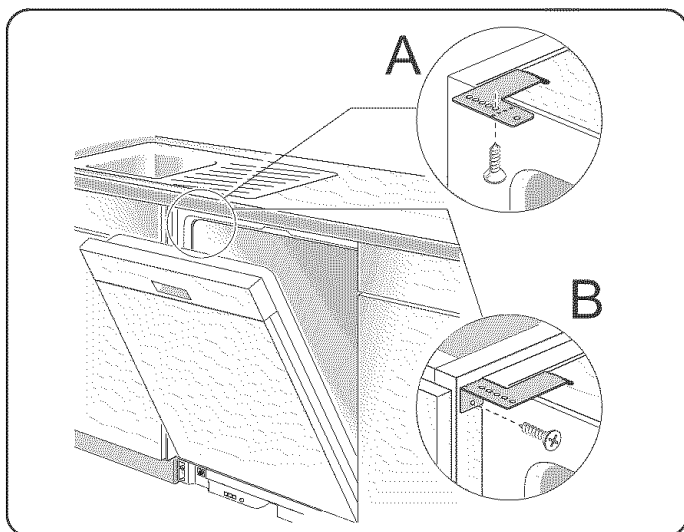

Ilustración 11
1) **El Montaje Superior** se utiliza cuando el contador tiene una superficie de madera u otro material fácil de perforar. Acomode los soportes de montaje tal como indica la letra A en la Ilustración 11 y sitúe la dos lengüetas pequeñas de modo que cubran las dos ranuras en los rincones delanteros de la lavadora. Oprima firmemente hacia abajo los soportes de montaje hasta introducir las lengüetas en sus ranuras.
2) **El Montaje Lateral** se utiliza para las superficies de contador hechas de mármol, granito u otro material muy duro que no se perfora fácilmente. Doble los soportes de montaje en línea con los hoyos pequeños y en la misma dirección como las dos lengüetas pequeñas. Acomode los soportes de montaje tal como indica la letra B en la Ilustración 11 y sitúe las dos lengüetas pequeñas encima de los soportes de montaje sobre las dos ranuras en los rincones delanteros de la lavadora. Oprima firmemente hacia abajo los soportes de montaje para poder introducir las lengüetas en las ranuras.